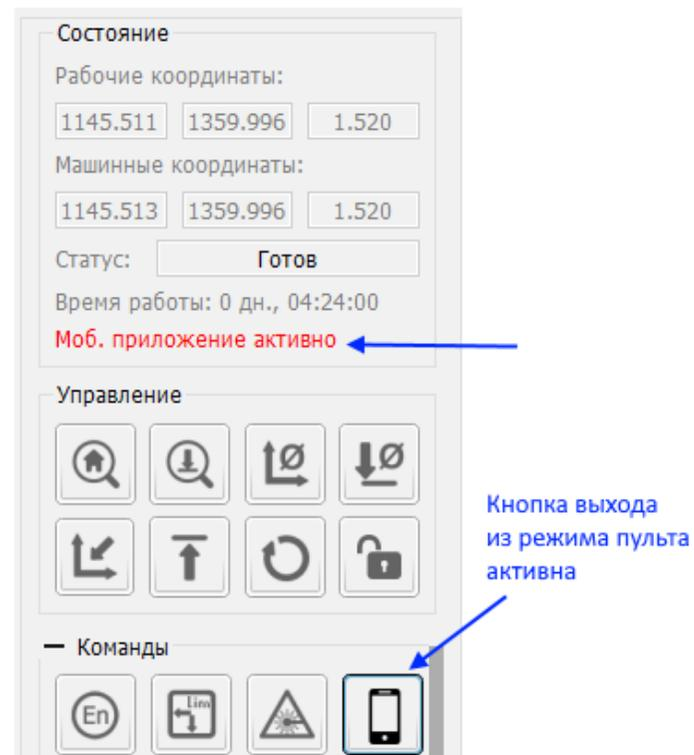

Рисунок 10: Индикация режима пульта в Inetra CNC Visualizer
- На рис. 10 показана индикация в программе *Inectra CNC Visualizer* при включенном и выключенном режиме пульта.